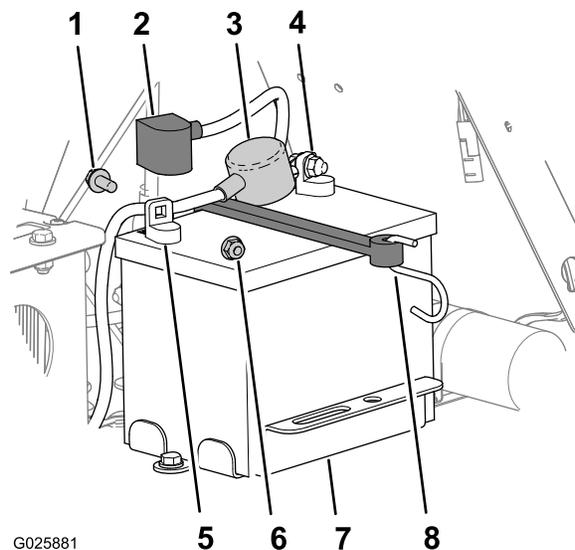

Figura 38
3. En la batería, levante la cubierta del borne negro del cable negativo (Figura 38).
4. Desconecte el cable negativo del borne negativo (-) de la batería y retire el cable de la batería (Figura 38).
5. Retire la cubierta del borne rojo del borne positivo de la batería (Figura 38).
6. Desconecte el cable positivo (rojo) de la batería y retire el cable de la batería (Figura 38).
7. Retire el gancho de la correa de la bandeja de la batería (Figura 38) y extraiga la batería.
1. Coloque la batería en la máquina (Figura 38).
3. Conecte primero el cable positivo (rojo) al borne positivo (+) de la batería con una tuerca y un perno con arandela prensada (Figura 38).
5. Conecte el cable negativo y el cable de tierra al borne negativo (-) de la batería con una tuerca y un perno con arandela prensada (Figura 38).